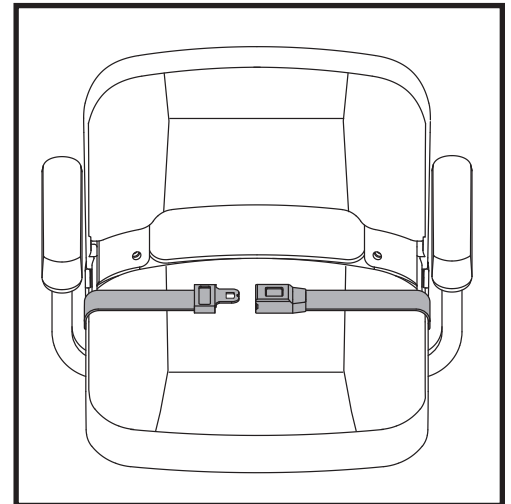

Figure 34. Ceinture de positionnement
1. Insérez l'onglet de la ceinture côté droit dans la boucle de ceinture côté gauche jusqu'à ce que vous entendiez le "clac". **Voir la figure 34.**